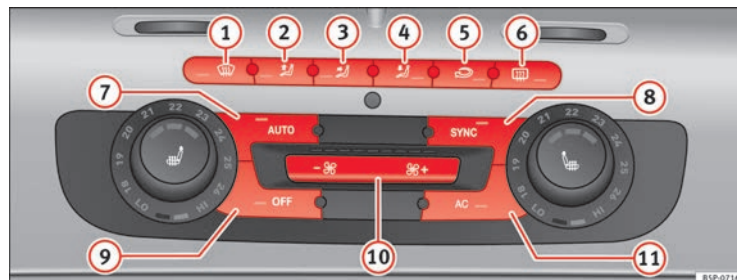

Abb. 134 Bedienelemente der 2C-Climatronic an der Instrumententafel.
- Zum Einschalten des manuellen Betriebs betätigen Sie eine der Tasten $\Rightarrow$ Abb. 134 (1) bis (5) oder aber die Gebläsetasten (10). Die jeweils eingestellte Funktion wird am Display des Radios bzw. des Navigationssystems angezeigt.
- Drücken Sie die Taste  ⇒ Abb. 134 , um den Umluftbetrieb ein- oder auszuschalten. Bei eingeschaltetem Umluftbetrieb erscheint am Display das Symbol .